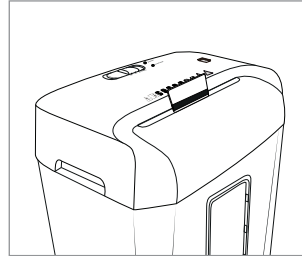

Fig. 3
- ◆ Introduzca la tarjeta de crédito desde arriba en el centro de la ranura de corte **8** (consulte la fig. 3) y ajuste el interruptor **REV/OFF/AUTO/FWD** **2** en la posición **FWD** (del inglés "forward" = avance). Solo puede cortarse una tarjeta de crédito a la vez. Introduzca siempre la tarjeta en posición horizontal (apaisada) en la ranura **8**. De lo contrario, la banda magnética no se destruirá.